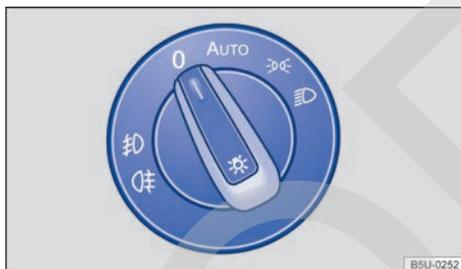

Fig. 61 En el panel: mando de las luces.
Gire el mando de las luces ⇒ **fig. 61** hasta la posición deseada:
- Para encender el farol de neblina : el mando giratorio de las luces \Rightarrow fig. 61 debe estar en la posición \Rightarrow  o . Tire del mando hasta la primera posición.
- Para encender la linterna de neblina : el mando giratorio de las luces \Rightarrow fig. 61 debe estar en la posición \Rightarrow  o . Tire el mando hasta la segunda posición.